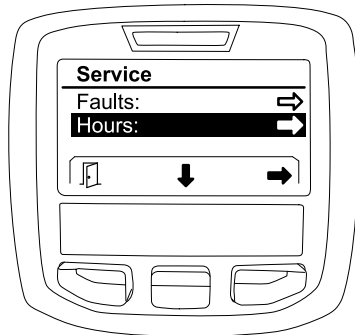

Figura 28
1. Utilize o botão de seleção central para navegar para a opção de HORAS (Figura 28).